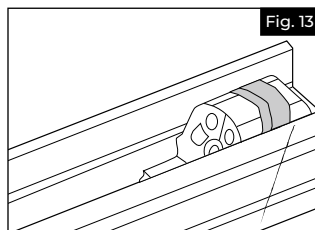
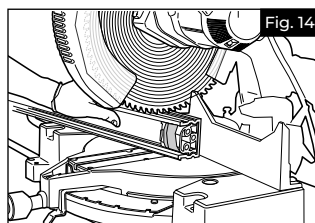

Fig. 13
Fig. 14
- a. Enrouler suffisamment de ruban-cache autour des supports pour leur permettre de bien se loger dans les extrémités du profilé. Faire glisser les supports dans les extrémités du profilé supérieur. Aligner les supports sur la marque de l'angle sur le profilé (Fig. 13) de sorte que, lorsque la coupe est effectuée, toute la face du support soit coupée, mais que le moins de matière possible soit enlevée. Une fois les supports fixés au profilé inférieur, effectuer une coupe à travers le profilé et le support sur la ligne marquée à l'étape 2 (Fig. 14) pour établir l'angle d'installation.